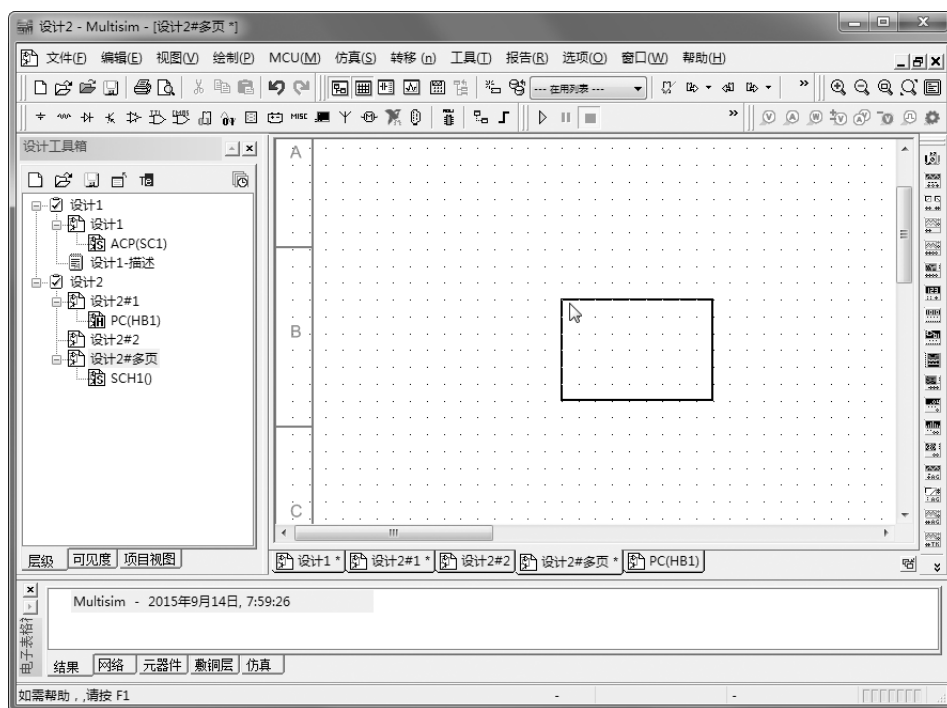

图 5-28 显示电路符号
② 在对话框中输入子电路名称，单击“确认”按钮，选择的电路复制到用户器件库中，同时给出子电路图标，完成子电路的创建，如图 5-28 所示。